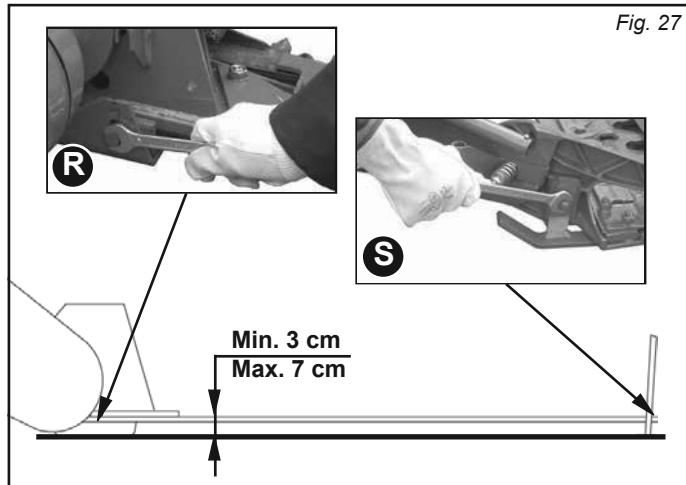

Fig. 27
- Regolare l'altezza di taglio (Fig. 27) spostando la barra falciante sui fori della scarpa interna (R), ed agendo sul dado della scarpa esterna (S) portare la stessa sulla parallela del terreno.